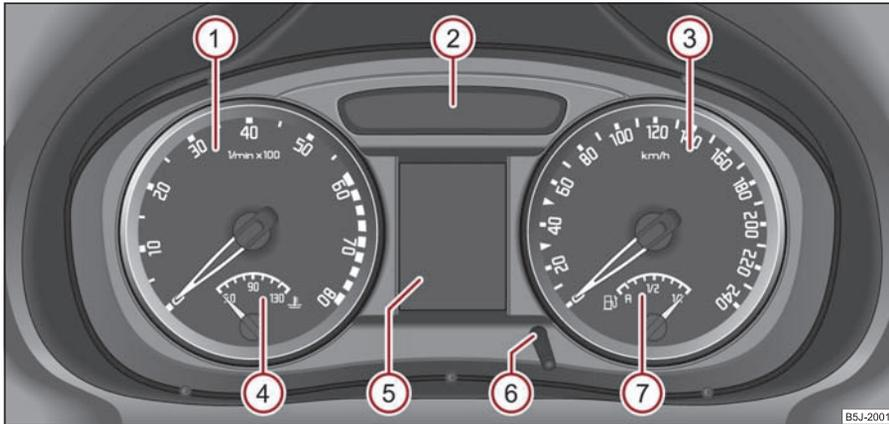

Abb. 18 Kombiinstrument
Der Beginn des roten Bereiches im Drehzahlmesser ① ⇒ Abb. 18 kennzeichnet für alle Gänge die maximal zulässige Motordrehzahl des eingefahrenen und betriebswarmen Motors. Vor Erreichen dieses Bereichs schalten Sie in den nächst höheren Gang bzw. wechseln Sie bei automatischem Getriebe in die Wählhebelstellung **D**.
Die Kühlmitteltemperaturanzeige  ⇒ Seite 18, Abb. 18 arbeitet nur bei eingeschalteter Zündung.
Die Kraftstoffvorratsanzeige  ⇒ Seite 18, Abb. 18 arbeitet nur bei eingeschalteter Zündung.
Durch kurzes Drücken des Rückstellknopfs (6) ⇒ Seite 18, Abb. 18 können Sie zwischen dem Tages- und Gesamtzähler der zurückgelegten Fahrstrecke umschalten. Zum Erkennen, welcher Zähler für zurückgelegte Fahrstrecke auf dem Display gerade angezeigt wird, erscheint am Tageszähler über der Angabe zur gefahrenen Strecke **trip** ⇒ Abb. 19.
Zum Einstellen der Uhrzeit ist links unten neben dem Geschwindigkeitsmesser ein Rückstellknopf angebracht ⇒ Seite 18, Abb. 18.